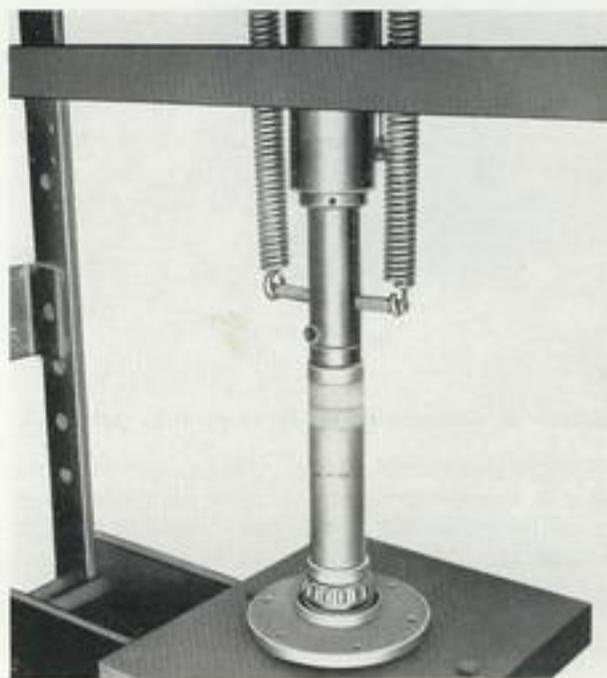

Fig. 21
- Monter le roulement à billes (35, fig. 10) et l'entretoise (37, fig. 10) à la presse à l'aide du manchon MIRI et du manche MIGA (voir fig. 21). Placer le circlip (38, fig. 10). (Si l'état du roulement au démontage a nécessité son remplacement.)